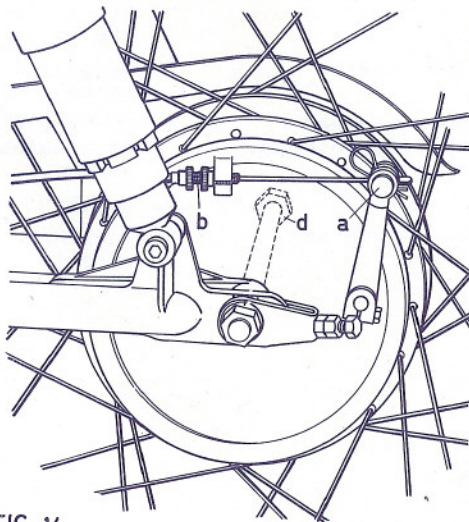

FIG. 14
7.4 Aus- und Einbau des Hinterrades (Fig.14)
7.4 Démontage et montage de la roue arrière (fig.14)